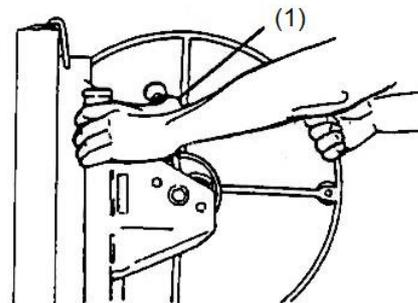

Figure 3
- b. Soulevez complètement le bras de frein vers le haut. Empoignez la roue du treuil tout en tenant le bras de frein fermement avec votre pouce afin que la roue ne se tourne pas vers l'arrière (1) (Fig. 3).